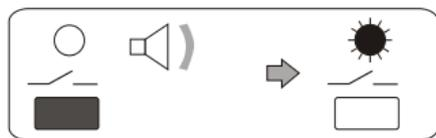
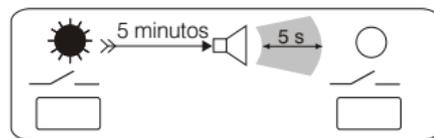

Fig. 3
Fig. 4
- Mantener presionada la **tecla " / \_ "** hasta oír una breve señal acústica y soltarla: el mando está activado y el LED permanece encendido (fig. 3). Al cabo de **5 minutos** una señal acústica continua de 5 segundos indica que el mando se está por desactivar (fig. 4). Si se desea mantenerlo activo hay que volver a presionar la **tecla " / \_ "** antes del fin de la señal.